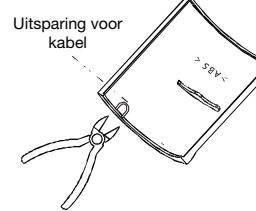

Fig. 11
3. Knip een gat in het klepje voor de kabel van de adapter. Fig. 11.